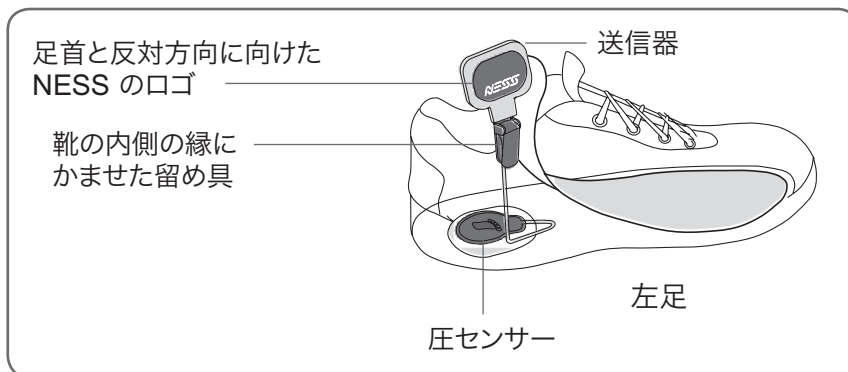

図 11 : 送信器を靴の内側の縁にかませているところ
5. 歩行センサーの送信器を靴の内側の縁にはめます。送信器に付いている NESS のロゴが、足首と反対方向を向くようにします(図 11 を参照)。